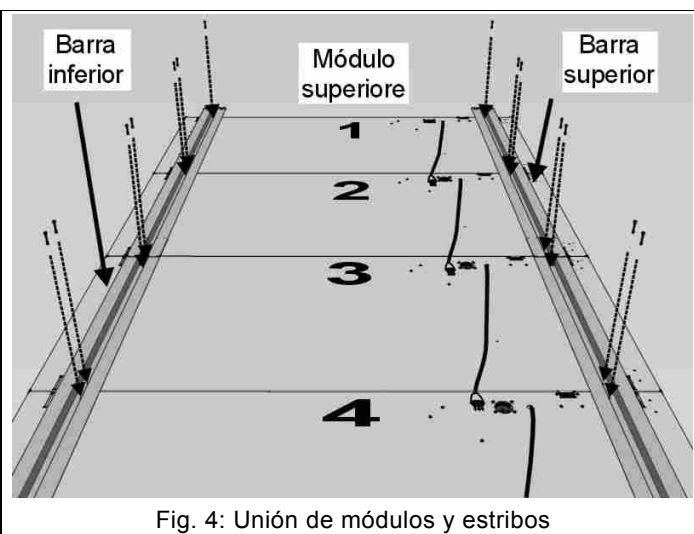

Fig. 4: Unión de módulos y estribos
3. Ponga los módulos con el panel frontal mirando al suelo, siguiendo la numeración indicada en el panel trasero (Fig. 4), para componer el marcador deseado (véanse los distintos modelos en el capítulo 1). Coloque los dos estribos sobre los módulos alineando los agujeros de montaje; fíjelos bien a los módulos con los tornillos incluidos (Fig. 4) usando un destornillador de cruz.